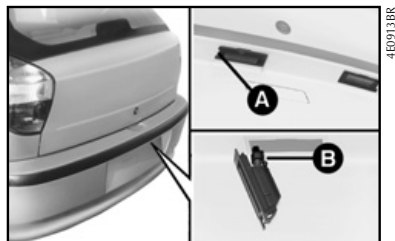

fig. 31
Palio Fire Flex fig. 31
- 1) retirar porta-lâmpada utilizando chave de fenda no ponto **A**-fig. 31;
- 2) retirar a lâmpada empurrando o soquete e girando no sentido anti-horário **B**-fig. 31.